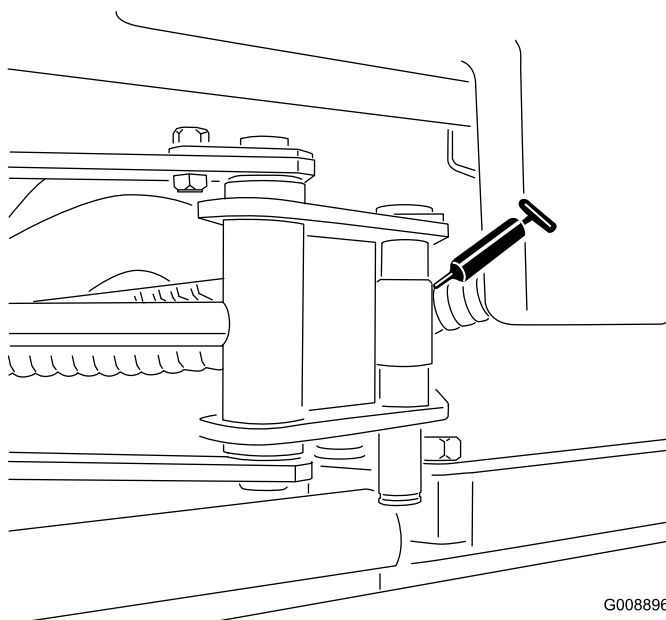

図 32
- ・ サイドワインダーのシリンダの両端 (2ヶ所) (図 32)